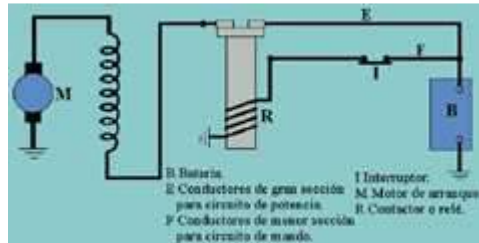

Fig. 10
En la **fig. 10** se aprecia el circuito en funcionamiento:
Inducido y bobinas inductoras forman dos electroimanes con sus arrollamientos respectivos, que además van conectados en serie, pasando por los dos la misma corriente procedente de la batería, cuando el relé lo permite -Interruptor (I) fig. 10-. Esta corriente crea campos magnéticos del mismo signo en inductor e inducido, provocando la repulsión de ambos y giro del inducido que se transmite al sistema de engranaje (acoplamiento mecánico).